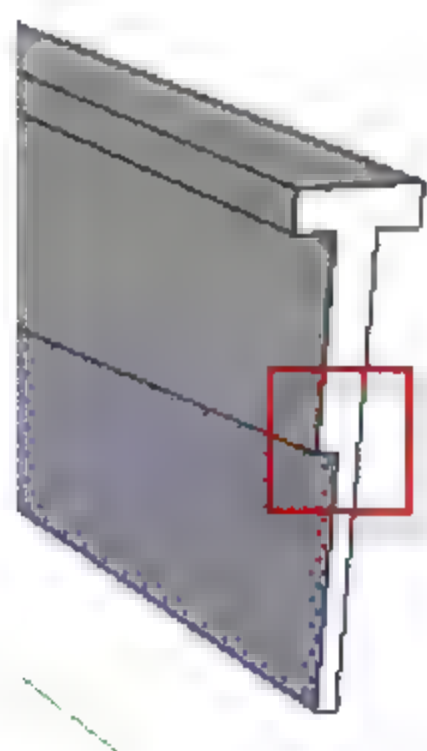
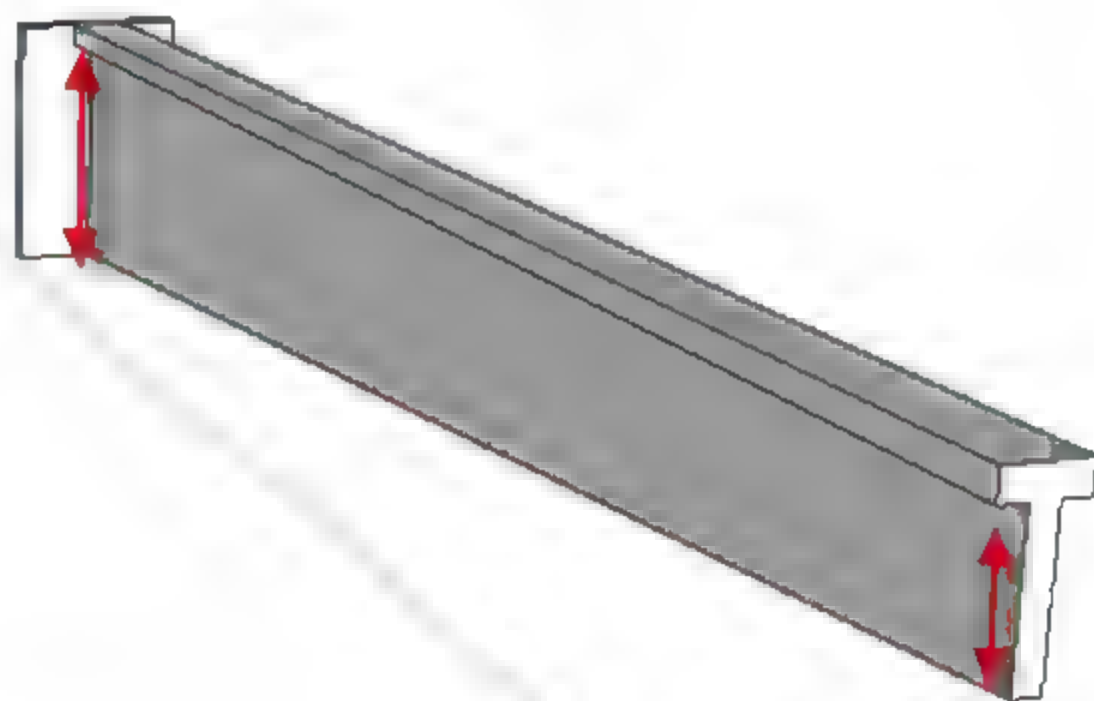

图 8.1.8 剪切体块图
图 8.1.9 剪切成果图
(8) 选择“推/拉”命令，将生成的新面推向另一侧，直至该面消失即完成对体块的剪切，如图8.1.8和图8.1.9所示。